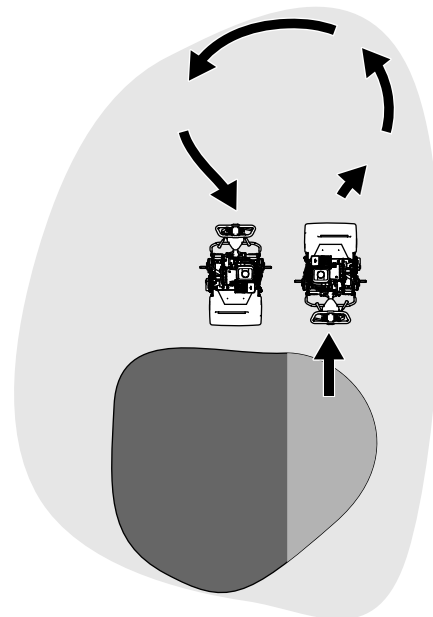

图 16
- 机器掉头应当在果岭之外进行方法为抬起滚刀将手柄向下压然后使用驱动轮鼓进行一个泪滴状的转变 图 16。
1. 找到变速箱上的牵引接合杆 图 16。